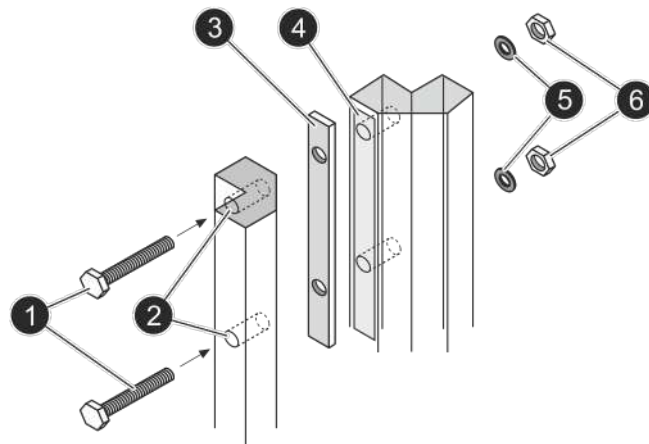

Fig. 19: Tornillos de conexión
1. ➤ Compruebe si la cinta de estanqueidad (Fig. 19/3) está pegada al bastidor de perfiles (Fig. 19/4).
2. ➤ Si no hay cinta de estanqueidad pegada al bastidor de perfiles, limpie y desengrase con acetona el bastidor de perfiles por el punto de adhesión de la cinta de estanqueidad autoadhesiva (Fig. 19/3). A continuación, pegue la cinta de estanqueidad autoadhesiva a lo largo del punto de adhesión del bastidor de perfiles.
5. ➤ Introduzca los tornillos de conexión (M8 x 70) (Fig. 19/1) en los agujeros roscados (Fig. 19/2) de ambos bastidores de perfiles y atorníllelos con las arandelas (Fig. 19/5) y las tuercas (Fig. 19/6).